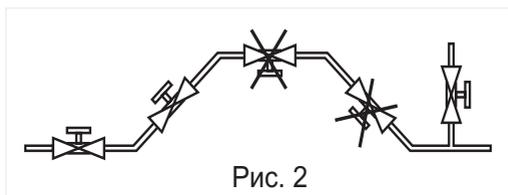

Рис. 2
4.2.5 Произведите монтаж клапана на трубопровод, в соответствии с рекомендацией по расположению клапана на трубопроводе (рис. 2).